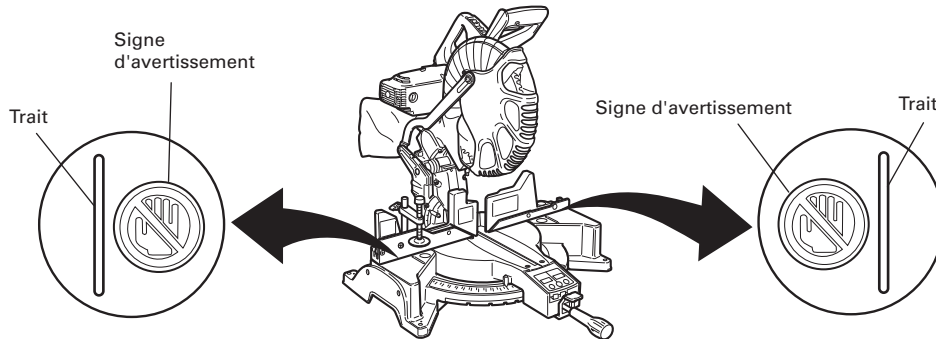

Fig. 23
- \* Ne jamais amener les membres à l'intérieur de la ligne à côté du signe d'avertissement pendant que l'outil fonctionne. Cela pourrait être dangereux (voir Fig. 23).